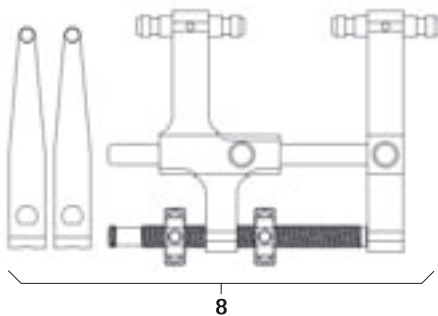

Fig. 12
- Montar o distractor **8** juntamente com as lâminas de distração, ver Fig. 12.